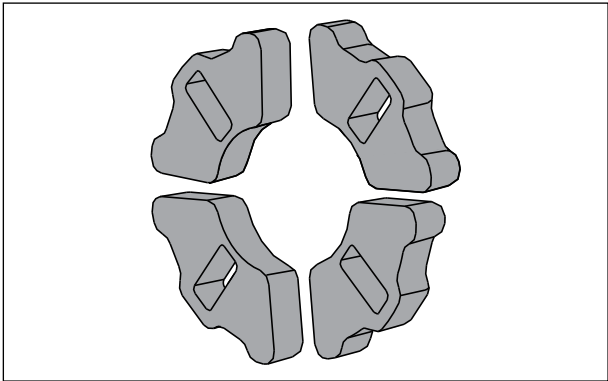

Fig. 6.78
- Inspeccione os coxins do cubo da roda traseira quanto a qualquer deformação ou dano. Se algum dano for encontrado, substitua as peças por novas. (Fig. 6.78)